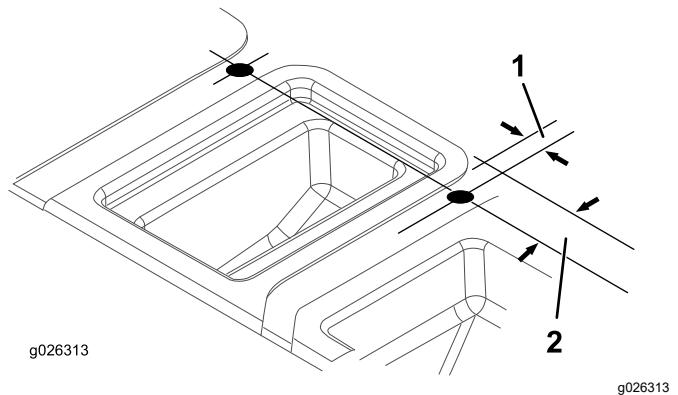

Figure 12
- Percez un trou dans chacun des creux en haut du carénage du siège, comme montré à la Figure 12.